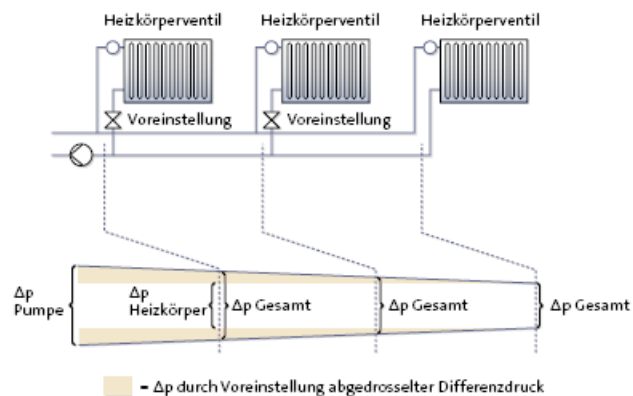

Abbildung 7: zu drosselnder Differenzdruck
- Bei Verwendung einer starren Pumpe ist ein Bypass mit einem Überströmer vorzusehen. Dies ist jedoch wegen des elektrischen Energieverbrauchs der Pumpe nicht empfehlenswert. (Siehe Abb. 7)